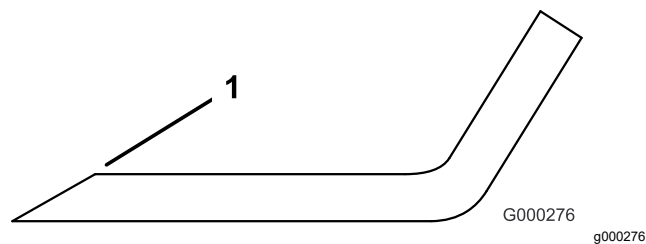

Figura 99
3. Inspeccione as extremidades de corte de todas as lâminas e afie-as se apresentarem sinais de desgaste ou ranhuras (Figura 99).
Nota: Afie apenas a zona superior da parte cortante e mantenha o ângulo de corte original para garantir um desempenho eficaz da lâmina (Figura 99). A lâmina manterá o equilíbrio se retirar a mesma quantidade de material de ambas as extremidades de corte.